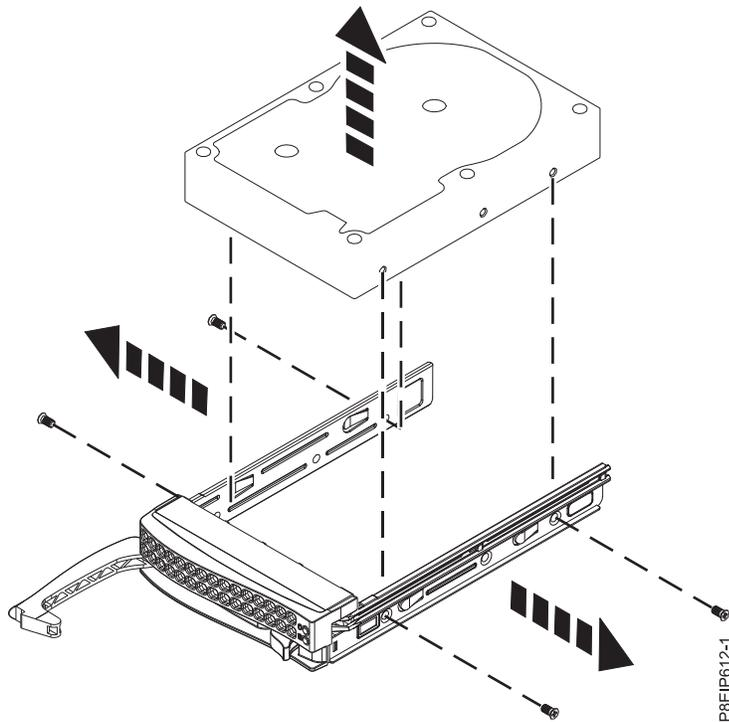

Figure 2. Retrait de l'unité de disque de 3,5 pouces du tiroir d'unité
7. Retirez une unité de disque du tiroir d'unité. Dévissez l'unité de disque à partir des côtés du tiroir d'unité en retirant quatre vis (deux de chaque côté), comme illustré dans la figure 2, à la page 5.